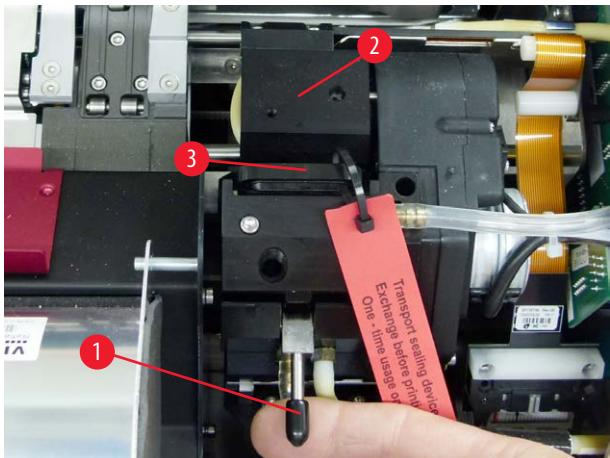

图 30
4. 打印头（→“图 30-2”）向上移动到距离密封缘（→“图 30”）大约 1 cm 的位置。